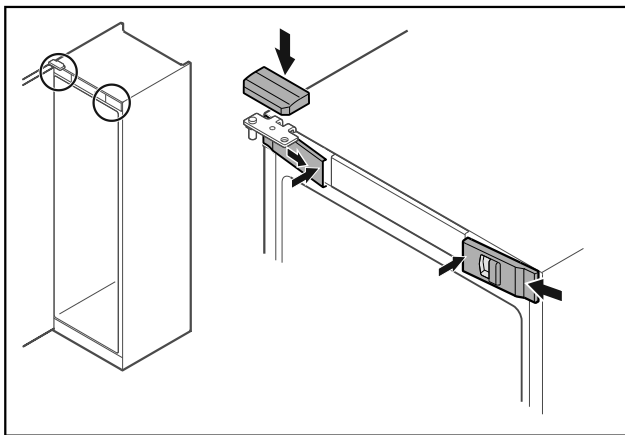

Fig. 49
- ▶ Voorste afdekkingen Fig. 49 (1) zijdelings aanbrengen en van binnen vastklikken.
- ▶ Bovenste afdekking Fig. 49 (2) van boven vastklikken.